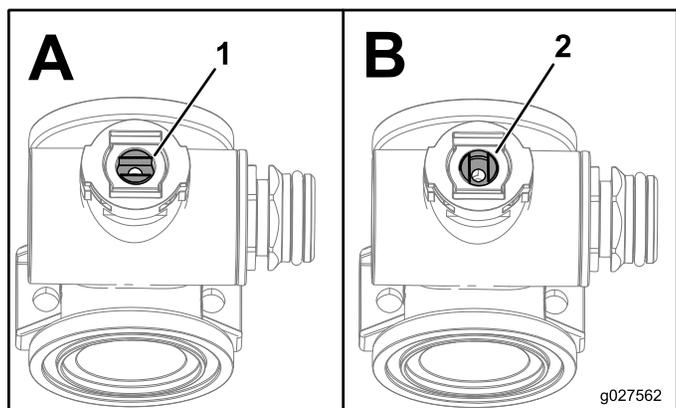

Figura 76
1. Posicione a haste da válvula para que fique na posição fechada (Figura 76 B).
- Rode a haste da válvula para que a esfera fique na posição aberta (Figura 76 A).